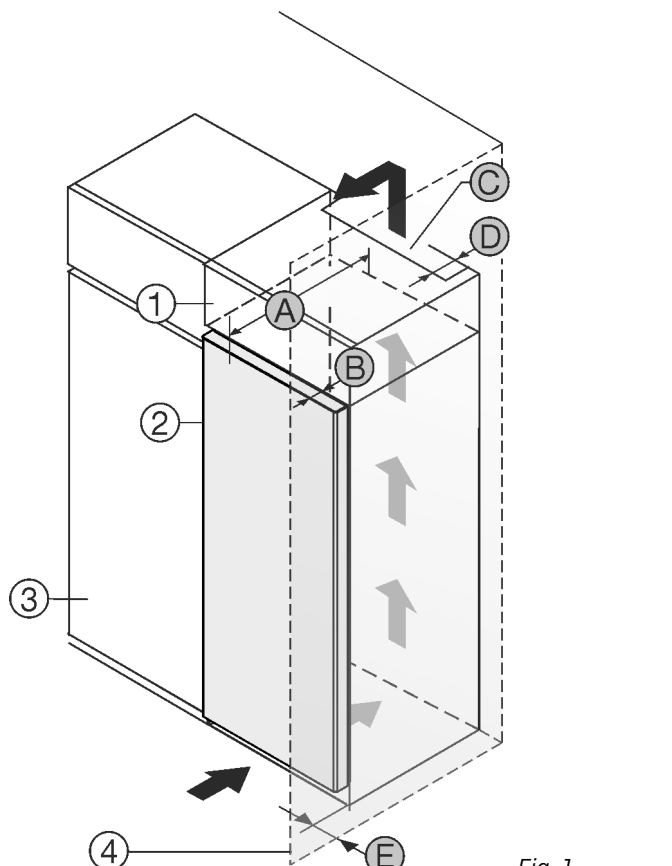

Fig. 1
Uzstādiet ierīci blakus virtuves skapim Fig. 1 (3)*
Uzliekamā skapīša aizmugurē jābūt ventilācijas spraugai ar dziļumu Fig. 1 (D) visa uzliekamā skapīša platumā.*
Zem telpas grieztiem jāievēro ventilēšanas šķērsriezums Fig. 1 (C)*.
Ja ierīce ar šarnīriem tiek uzstādīta blakus sienai Fig. 1 (4), attālumam starp ierīci un sienu jābūt vismaz 13 mm.*
Ja ierīce ar šarnīriem tiek uzstādīta blakus sienai Fig. 1 (4), attālumam starp ierīci un sienu jābūt vismaz 57 mm. Tas atbilst atlikušajam attālumam līdz rokturim pie atvērtām durvīm.*